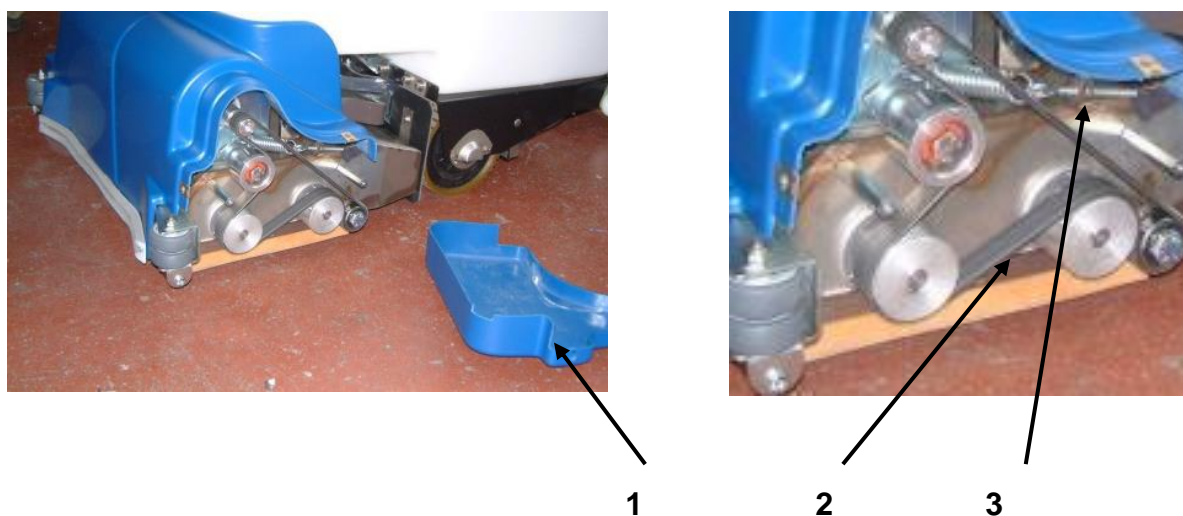

FIGURE 4.16
- Retirer le carter en plastique en dévissant les 4 vis de fixation (détail 1, figure 4.16).
- Pour tendre la courroie, tirer l'écrou (détail 2, figure 4.16) fixé à l'anneau de façon à augmenter la tension du ressort de réglage de la courroie (détail 3, figure 4.16).